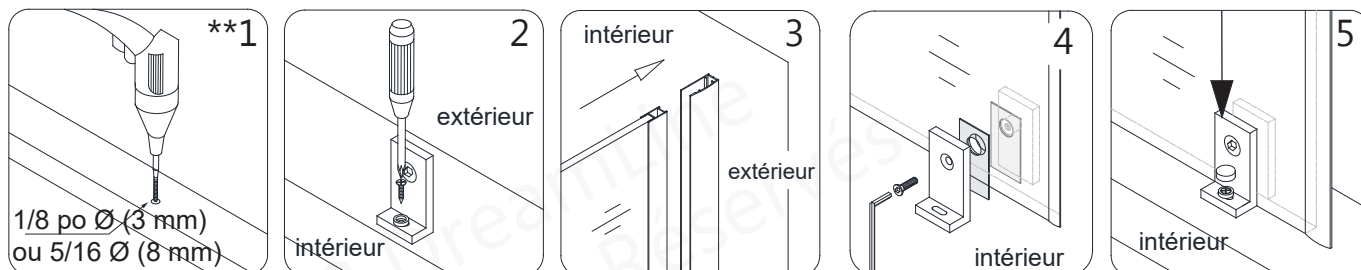

Fig 7a
******Utilisez une mèche **1/8 po Ø (3 mm)** dans une base en acrylique ou une mèche **5/16 po Ø (8 mm)** et un ancrage mural pour une installation dans un seuil de carrelage. Utilisez la **vis à tête cylindrique ST4.2x35 (N° 16)** avec une rondelle blanche de finition pour poser la **fixation du bas (N° 18)** au seuil et clipsez le **cache-vis décoratif (N° 17)**. **Fig. 7a et Fig. 7b**